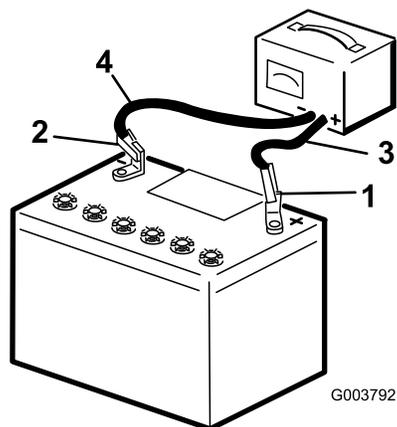

図 38
- 3-4 Aで 4-8 時間充電する 図 38。充電しすぎないように注意すること。
- 充電が終わったら、チャージャのプラグをコンセントから抜いてから、チャージャのリード線をバッテリー端子から外す 図 38。